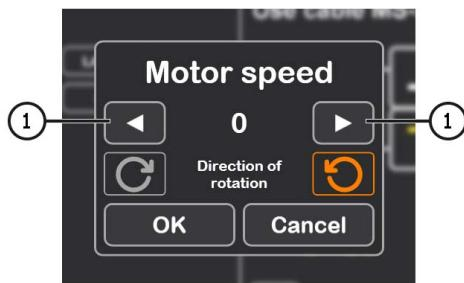

Рисунок 22.
- После активации режима диагностики откроется окно предварительной проверки генератора см. рис. 22.
4. После нажатия на кнопку «Automatic test» появиться откроется окно предварительной проверки генератора см. рис. 22.